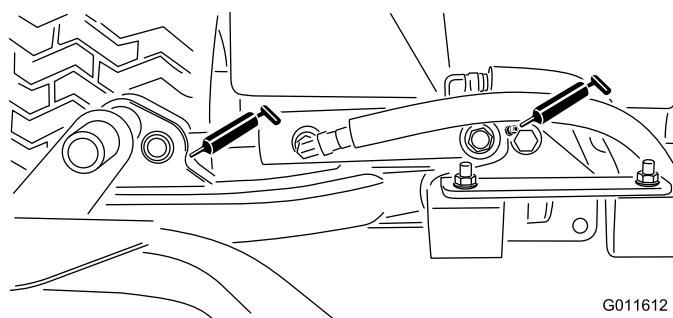

Figura 48
- Cilindros del brazo de elevación de la unidad de corte (2 en cada) (Figura 48)
- Pivotes del brazo de elevación (1 en cada) (Figura 48)